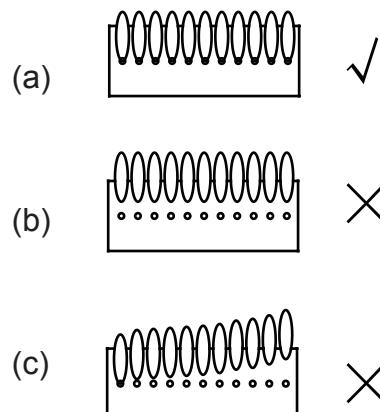

Fig. 31 Llama aceptable (solo la "a")
- d. Usando un guante, regule el obturador hasta que vea una llama estable y mayormente azul a través del orificio para ver la llama y las ranuras a cada lado de la cámara de quemadores. En la Fig. 31 se muestran las llamas aceptables.